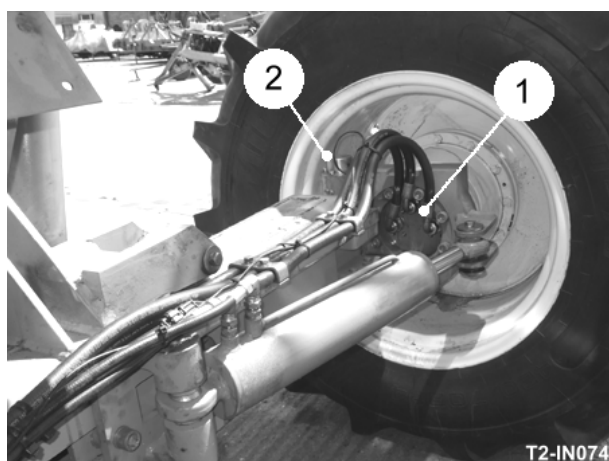
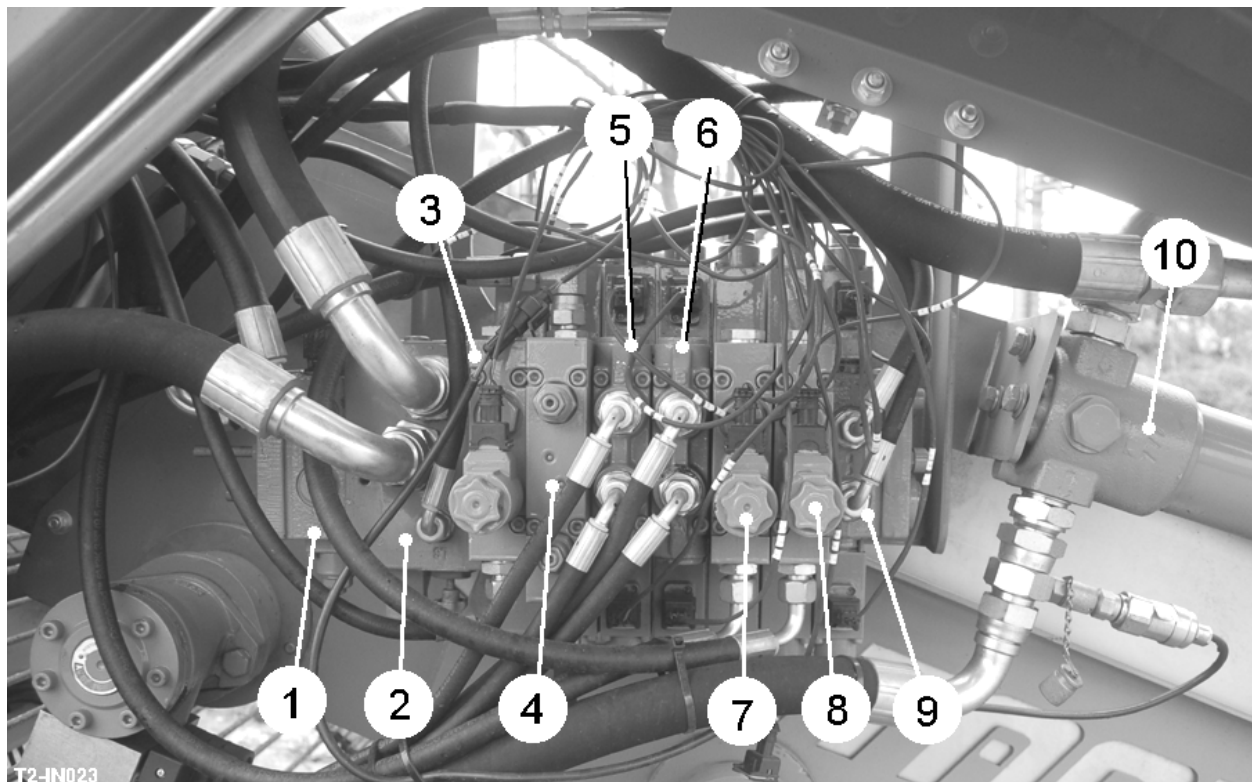
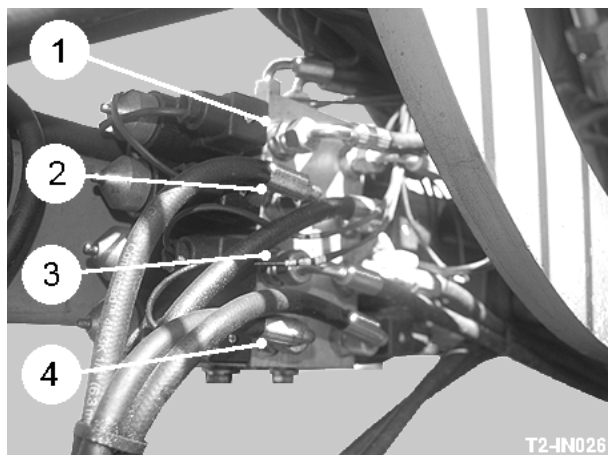
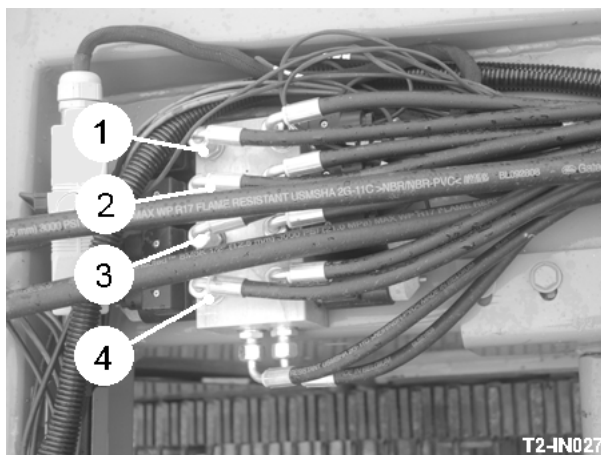

Fig 21
Fig 24
Fig 25
Fig 26
L'essieu propulsé fournit traction supplémentaire pendant travail. L'essieu propulsé transfère le pouvoir du tracteur PTO pour conduire hydrauliquement les roues du moissonneur à une vitesse maximale de 5.5 kmh (3.5 mph). Cela est accompli au moyen d'un charge sentir, la pression a dédommagé, pompe du déplacement variable (item 1, fig 26) qui fournit le courant de l'huile hydraulique pour conduire les moteurs de la roue (item 1, fig 21).
Les services du béliers hydrauliques et décharge que les promenades d'ascenseur / propagateur sont fournies avec l'huile hydraulique du tracteur. Une provision minimum de 50 litres / minute est introduite à travers le filtre de la pression (item 10, fig 24) dans la section d'entrée de la banque de la valve de secours (see fig 24). Le système acceptera jusqu'à 80 maximum de litres / tout petit. Le taux du courant de toutes les valves est proportionnellement contrôlé du système électrique et est en phase terminale réglable par le service. Les services du béliers supplémentaires sont propulsés par la section de la valve du maître par valves de l'esclave. La valve de l'esclave (see fig 25) opère le drawbar, le tissu a fendu, niveau de la machine et béliers de la poursuite de la roue. La valve de l'esclave (see fig 26) opère le 1er et 2e séparateur de l'Oméga oriente et motte hauteurs du rouleau. La section de la valve de l'ascenseur à l'arrière des pouvoirs de la banque de la valve de secours le tissu de la décharge et moteurs du propagateur. La valve de l'ascenseur a la priorité sur les valves du service du béliers. Le taux du courant pour le propagateur est indépendamment réglable jusqu'au courant mis pour l'ascenseur. Le courant de l'huile du retour des valves et recombine des moteurs et est revenu au tracteur, idéalement à travers une basse pression arrière ou accouplement du retour du libre-courant. Aucune valve du soulagement séparée n'est allée au circuit de secours, le système compte totalement sur la valve du soulagement du tracteur.